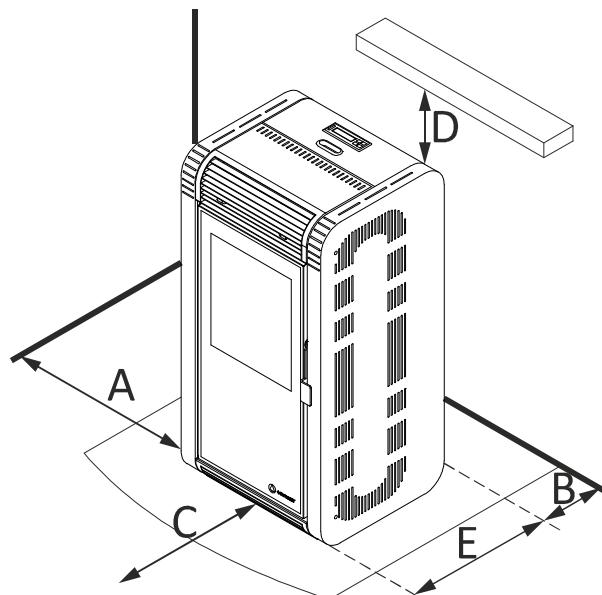

Figura 3
- 4.19.** Compruebe los espacios entre la estufa, el combustible y cualquier tipo de material inflamable, ver *figura 3*.